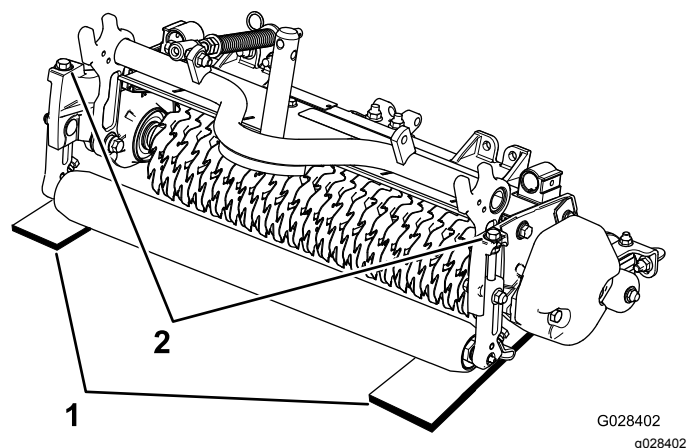

Figura 9
2. Coloque 2 barras de ajuste, cuyo grosor sea igual a la profundidad deseada de penetración en el suelo, debajo de los rodillos delantero y trasero del molinete de verticorte, en cada extremo del molinete (Figura 9).
3. Gire el perno de ajuste de cada soporte de altura de corte (Figura 9) hasta que las cuchillas de la unidad de verticorte toquen la superficie nivelada en cada extremo.